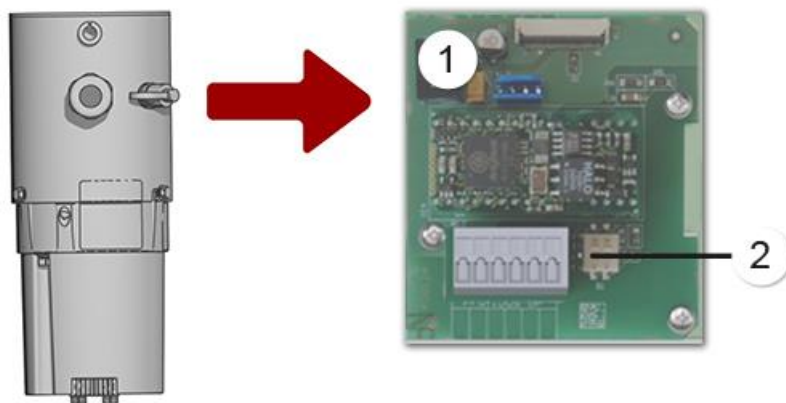

Abbildung 7: Übersicht des Profibus DP Moduls im FireGuard 2 Integral
- Wenn das Photometer als Endgerät eingesetzt wird, muss auf dem Profibus-Modul der DIL-Schalter S2/1 eingeschaltet (ON) sein (Abbildung 7 ,Pos. 2). Für das Einstellen der DIL-Schalter muss das Gehäuse gemäss dem Kapitel 5.6 vom Elektronikteil entfernt werden.